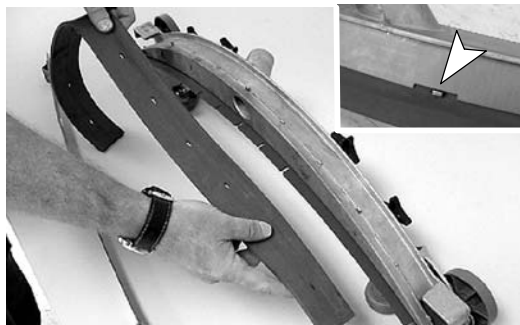

FIG. 61
3. Faites pivoter la lame arrière pour obtenir un nouveau bord nettoyant et réinstallez la bande. Assurez-vous que le bord cranté de la bande se trouve vers le bas (Figure 61)..